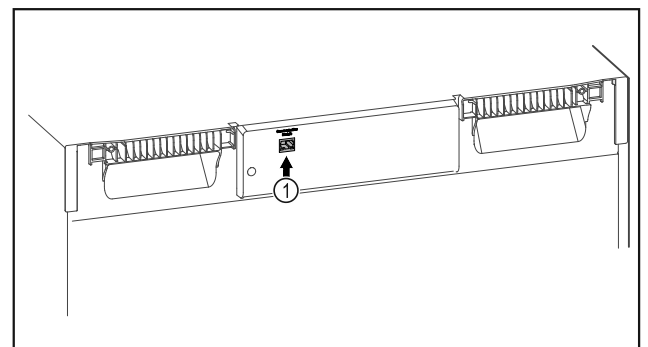

Fig. 108
- SmartModule Fig. 108 (1) naudojamas.